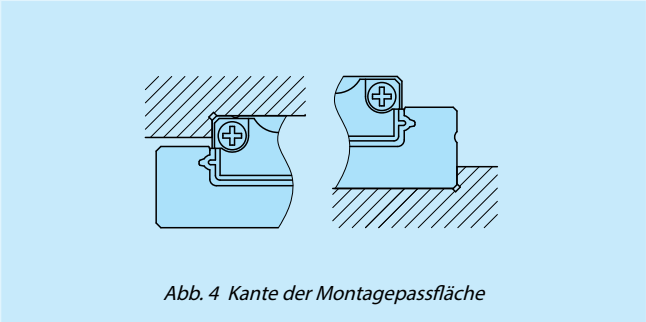

Abb. 4 Kante der Montagepassfläche
Eine Hohlkehle laut Abb. 4 wird für die der zugehörigen Montagefläche gegenüberliegende Kante empfohlen. Die empfohlenen Schulterhöhen für Montagepassflächen finden Sie in Tabelle 13.
Hinweis (1) Für die Größen 25 und 30 ist eine Hohlkehle laut Abb. 4 vorzusehen.